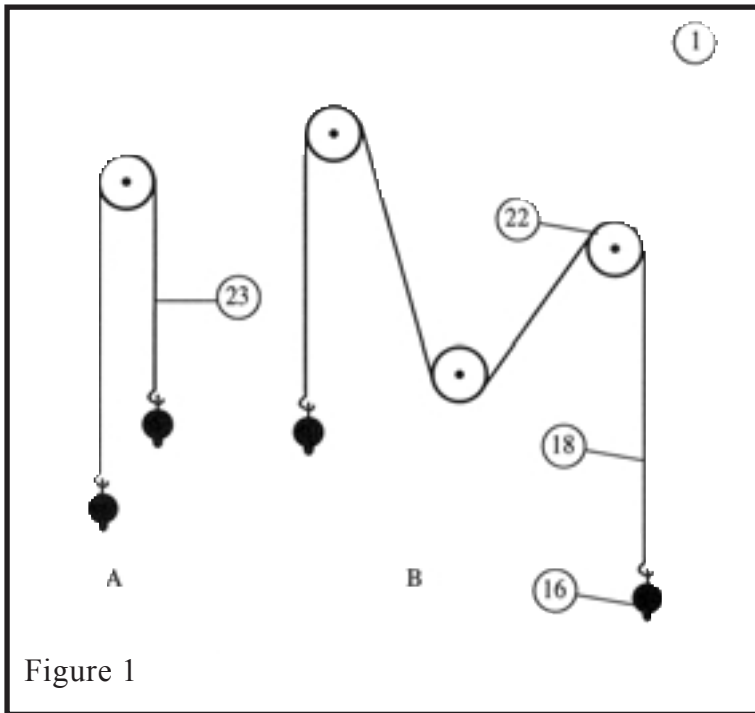

Figure 1
1) Je réalise le montage A de la fig.1 : sur le brin gauche de la poulie, j'accroche une masse de 20 g et je réalise l'équilibre de la poulie ; pour cela, j'accroche sur le brin droit une masse de **20 g**